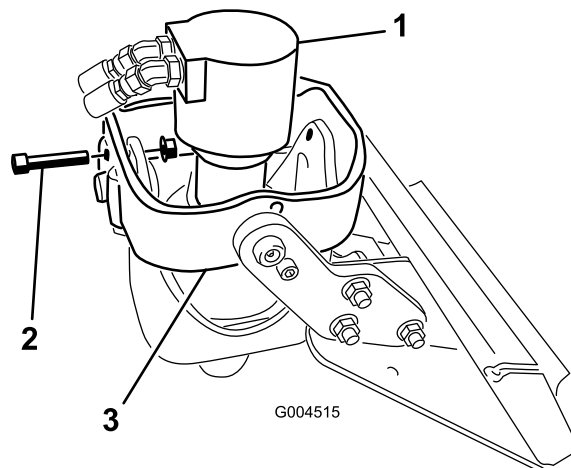

Рисунок 4
2. При установке шнека на приводную головку Модели 22806 выключите двигатель и извлеките ключ из замка зажигания. Расположите приводную головку вертикально, вставьте болт (1/2 x 2 1/2 дюйма) в отверстия передних рычагов люльки и слегка зафиксируйте его фланцевой гайкой (1/2 дюйма), как показано на рис. Рисунок 4.